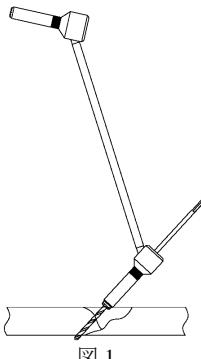

図 1
- 1) 2.0/2.5 ドリルガイドの 2.0 側を用いて、2.0 ドリルでドリリングします。（図 1）